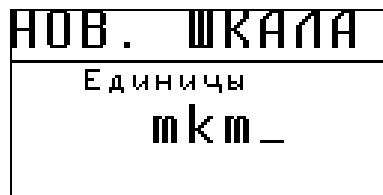

Рис.3-3 Задание единиц измерения шкалы
**Шаг 3.** В следующем окне (описанным в шаге 2 способом) задайте единицы измерения - 3 символа. Доступны строчные латинские буквы, часть спецсимволов и цифры (рис.3-3).